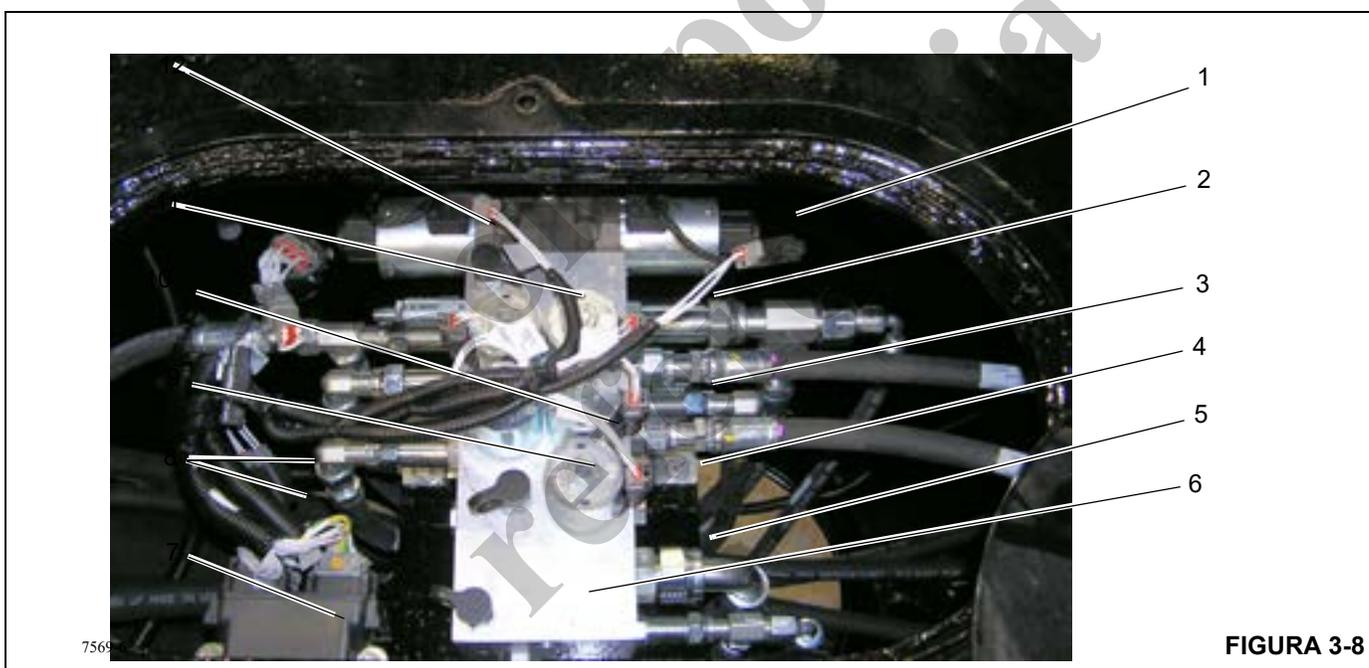

Figura 3-8 Lista de artículos
Hay dos colectores de estabilizadores ubicados en el bastidor de la caja de torsión de la grúa. El colector de estabilizadores delantero está montado en el centro del bastidor entre la cabina y la caja de estabilizadores delanteros (Figura 3-8).
**NOTA:** Los módulos de estabilizadores delantero y trasero (Figura 3-8 y Figura 3-9) no se pueden reparar; comuníquese con el servicio al cliente de Manitowoc Crane Care si tiene preguntas sobre el servicio técnico y la reparación del módulo.
Los solenoides del colector de estabilizadores delantero (Figura 3-8) controlan la selección de los componentes de estabilizadores delanteros, el estabilizador delantero sencillo (SFO) opcional (si lo tiene) y las funciones de extender y
- El solenoide del estabilizador delantero sencillo (SFO) (4) (si lo tiene) extiende o retrae el SFO cuando se lo activa. Toda vez que se oprima el botón de retracción en la caja de control de estabilizadores, el estabilizador delantero sencillo es el primero en retraerse.
- El solenoide de extensión (12) controla las funciones de extensión de todos los componentes de estabilizador.
- El solenoide de retracción (1) controla las funciones de retracción de todos los componentes de estabilizador.
- Los solenoides (2), (3) y (10), (11) controlan los componentes de estabilizadores delanteros. Vea la Figura 3-8 para la identificación de solenoides.
- Los módulos delanteros inferiores N° 1 y N° 2 están montados en el tubo (7) y conectados al arnés de alambrado principal del bastidor inferior (8), proporcionando datos funcionales del estabilizador al colector de estabilizador delantero.